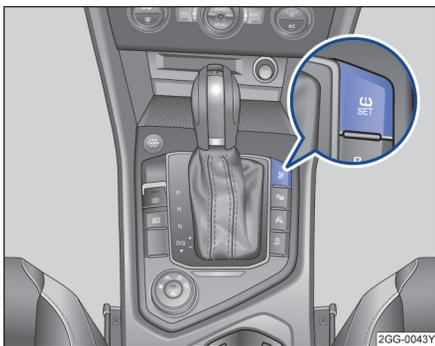

图 171 被动式轮胎气压监控系统设定按钮
- 按下设定按钮  超过 2 秒钟 → 图 171 → 第 183 页，待仪表发出“咚”一声提示音，确认储存好新的参数后警告灯  熄灭。